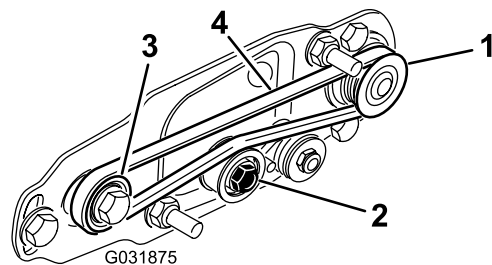

Рисунок 26
A. Обведите ремень вокруг ведущего шкива, а затем проложите по верхней части натяжного шкива (Рисунок 26).
- В. Начните надевать ремень на ведомый шкив (Рисунок 26).